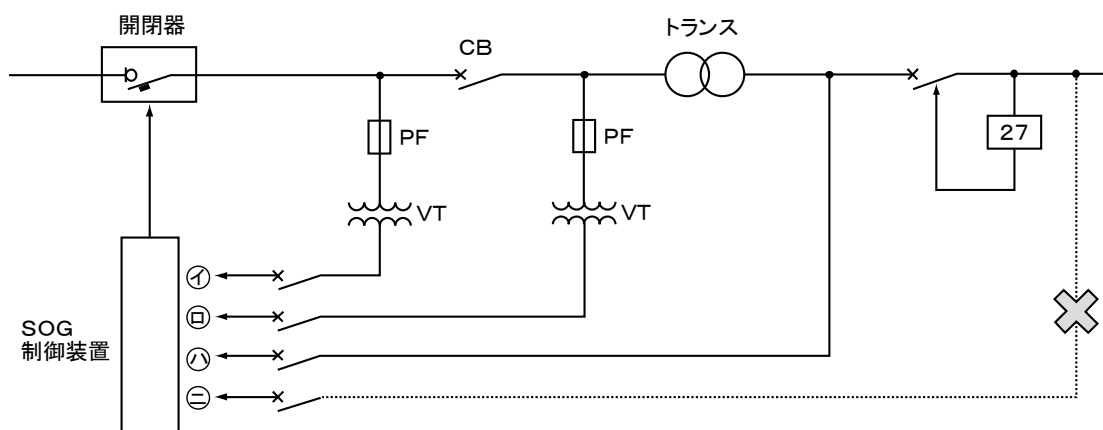

図9 制御電源のとり方
- ① 1.25mm²以上の600Vビニル絶縁電線（IV）、600Vビニル絶縁ケーブル（CVV）などを使用してください。
- ② 制御電源を別系統からとればSO動作（過電流→停電→蓄勢トリップ）ができません。
- ③ 制御電源用のスイッチが開いたり、ヒューズが溶断したりして、制御電源が切れることのないよう注意してください。
- ④ 操作変圧器（VT）は計器用変圧器を利用できます。
- ⑤ 雷サージなどの異常電圧はP2端子から接地へ放電するようにしていますので、P2端子に制御電源の接地相側を接続してください。
- ⑥ ㊷のとり方をしますと、もし電圧降下で27が動作し、配線用遮断器が開放すると制御電源がなくなりますので、配線用遮断器再投入までに事故が発生したとき、本開閉器で保護することができません。
- ⑦ 図9において㊴のとり方を推奨します。